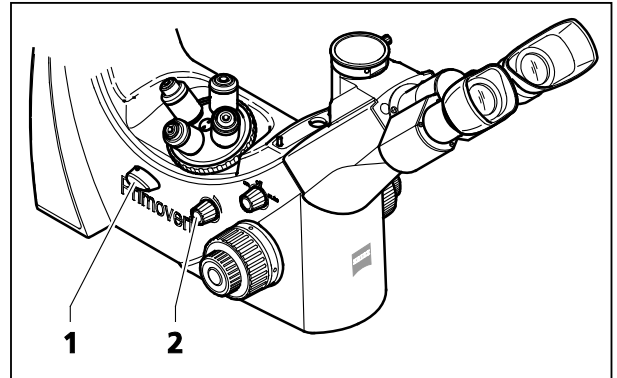

Bild 35 Auflicht-Fluoreszenz einstellen
- Durchlicht- / Auflicht-Umschalter (Bild 35/1) nach oben in die Auflicht-Stellung (Fluoreszenz) schieben.
- Auflichtbeleuchtung mittels Drehknopf (Bild 35/2) einschalten und die gewünschte Beleuchtungsstärke einstellen.